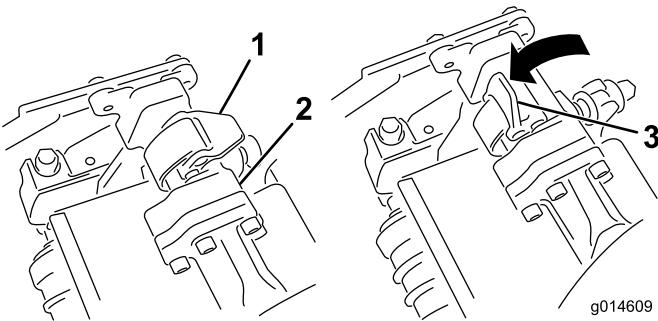

Figura 33
- Com os fechos na barra do braço de suspensão a apontar para cima (i.e., abertos) (Figura 33), empurre o braço de suspensão para baixo de forma a que a barra passe pela barra através da parte superior da unidade de corte (Figura 34).
4. Feche os fechos para baixo e em redor da barra da unidade de corte e bloqueie-os no sítio (Figura 33).
4. Abra os fechos na barra do braço de suspensão da unidade de corte que está a remover (Figura 33).